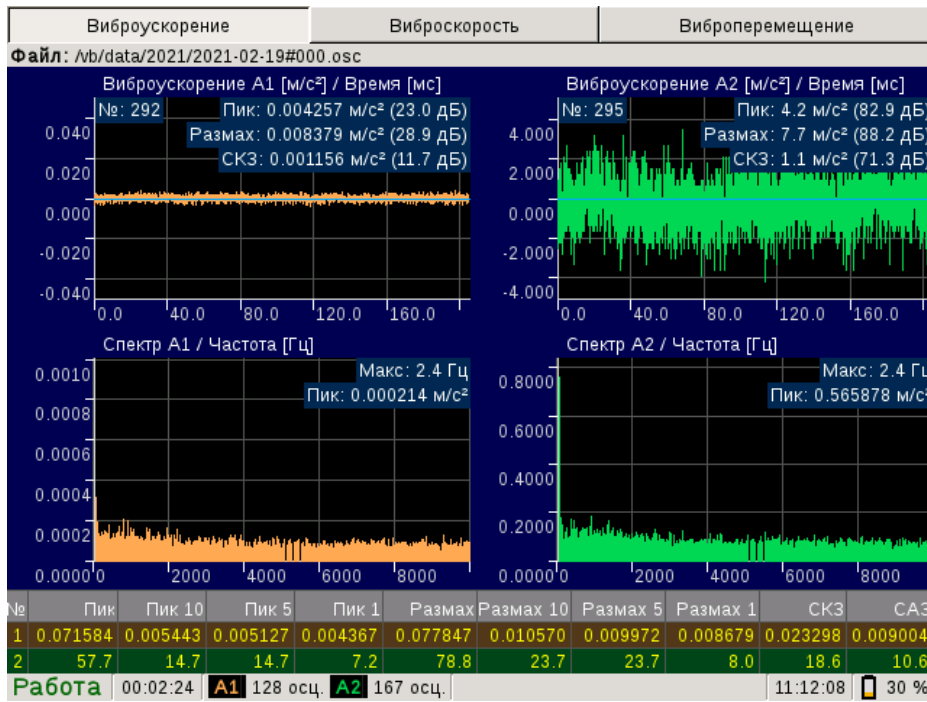

Рис. 5.2. Страница Виброускорение
- ◇ страница **Виброускорение** (рис. 5.2) содержит окна осциллограмм и спектров виброускорений, регистрируемых по каналам А1 и А2;
Работу Прибора в режиме виброметра с использованием вибропреобразователей, подключенных к каналам А1 и А2, иллюстрируют рис. 5.2, 5.3 и 5.4.